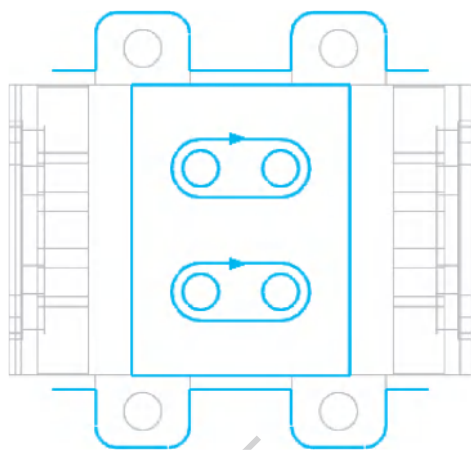

图 11-37 选择加工边界
1) 选择【刀路】/【外形】命令, 系统弹出【线框串连】对话框, 选择如图 11-37 所示凸台边界线, 箭头起始位置即为选择的位置, 此时刀具补偿方向为左补偿, 单击【确定】按钮 。